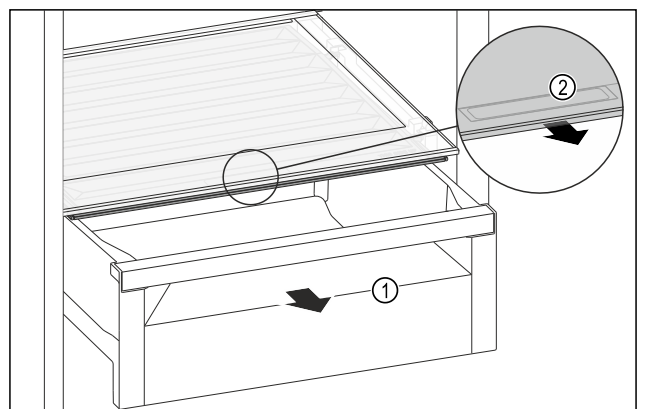

Fig. 146
- ▶ Izvucite ladicu Fig. 146 (1).
- ▶ Primite ručku Fig. 146 (2) na poklopcu pretinca i istodobno povucite poklopac pretinca prema naprijed.